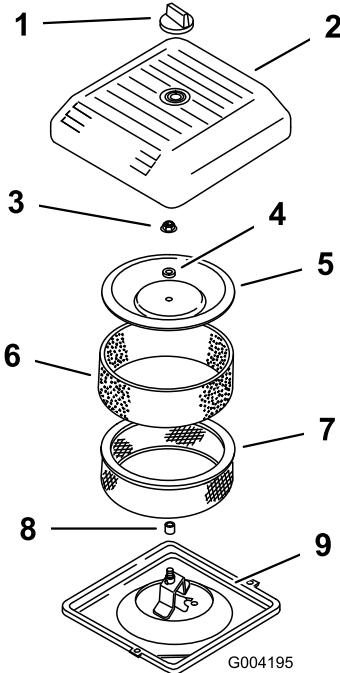

Figura 17
2. Svitate la manopola e togliete il coperchio del filtro dell'aria (Figura 17).
3. Fate scorrere attentamente il prefiltro in schiuma sintetica fuori dall'elemento di carta (Figura 17).
4. Svitate il dado del coperchio e togliete il coperchio, il distanziale e il filtro di carta (Figura 17).
2. Montate il gruppo filtro dell'aria sulla relativa base (Figura 17).
3. Montate il coperchio, il distanziale e fissatelo con il dado del coperchio (Figura 17). Serrate il dado ad una coppia di 11 Nm.
4. Montate il coperchio del filtro dell'aria e fissatelo con la manopola (Figura 17).